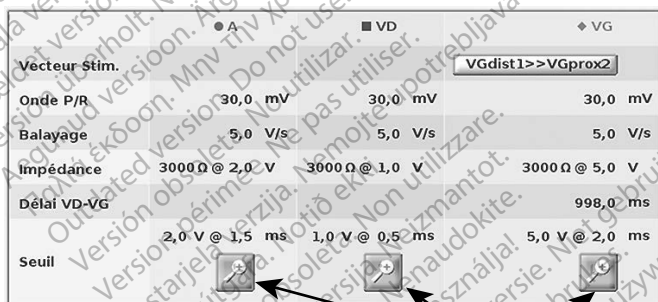

Figure 10. Panneau Paramètres du PSA
4. Utiliser le bouton Paramètres du PSA (légende [8] à la Figure 6 en page 20) pour ouvrir le panneau Paramètres du PSA (Figure 10 en page 23). Puis, sélectionner et confirmer les paramètres souhaités comme paramètres pour le PSA. Sélectionner le bouton Fermer pour fermer le panneau et poursuivre la session.